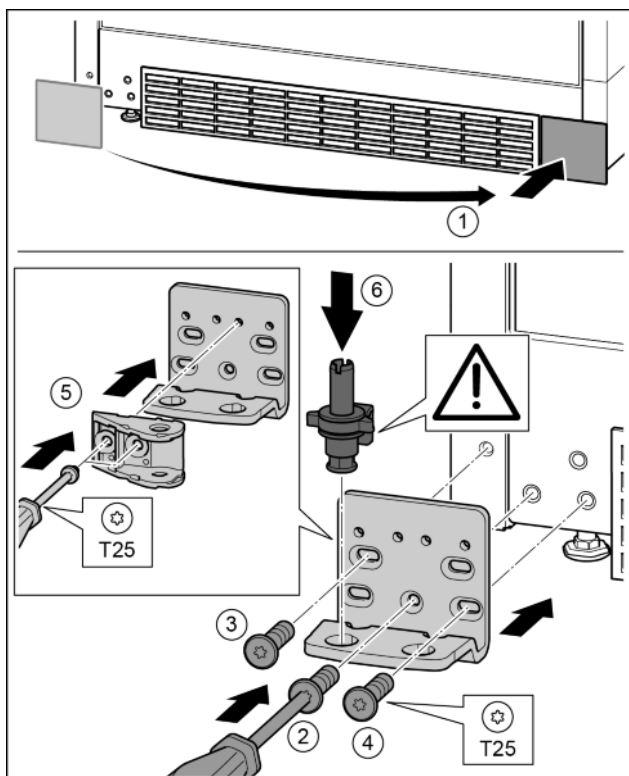

Fig. 34
- ▶ Sejměte kryt a připevněte jej na druhé straně. Fig. 34 (1)
- ▶ Nasadíte stojan ložiska na druhé straně a přišroubujte pomocí šroubováku T25. Začněte šroubem 2 dole uprostřed. Fig. 34 (2)
- ▶ Pevně utáhněte šroub 3 a 4. Fig. 34 (3, 4)
- ▶ Spojení tlumiče zavírání otočte o 180°. Šroubovákem T25 přišroubujte na druhé straně stojanu ložiska. Fig. 34 (5)
- ▶ Zcela vložte ložiskový čep. Přitom dávejte pozor, aby zajišťovací vačka směřovala dozadu. Fig. 34 (6)